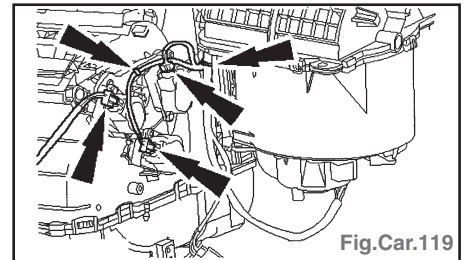

Fig.Car.119
- Débrancher les connecteurs d'actionneurs de buses d'aération et déclipser le faisceau de câblage (Fig.Car.119).